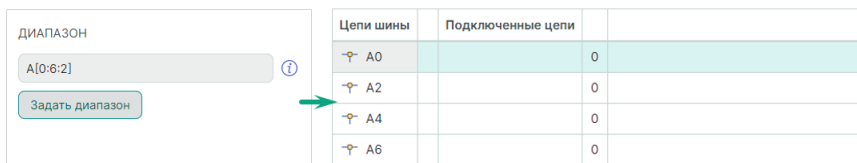

Рис. 189 Добавление диапазона (префикс, диапазон и шаг)
- с шагом ввода диапазона – Prefix[Min:Max:N], где N – целое число, которое меньше или равно Max, см. Рис. 189.